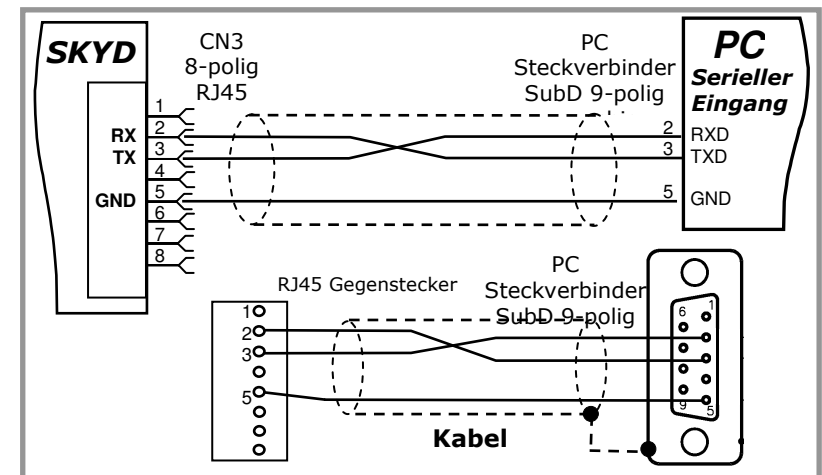

Abb. 4.2.1.1 Schema der seriellen Verbindung zwischen PC und SKYD
- Überprüfen, ob das verwendete Kabel gemäß dem Schema in Abbildung 4.2.1.1 angeschlossen wurde. Es dürfen nur 3 Leiter angeschlossen werden.